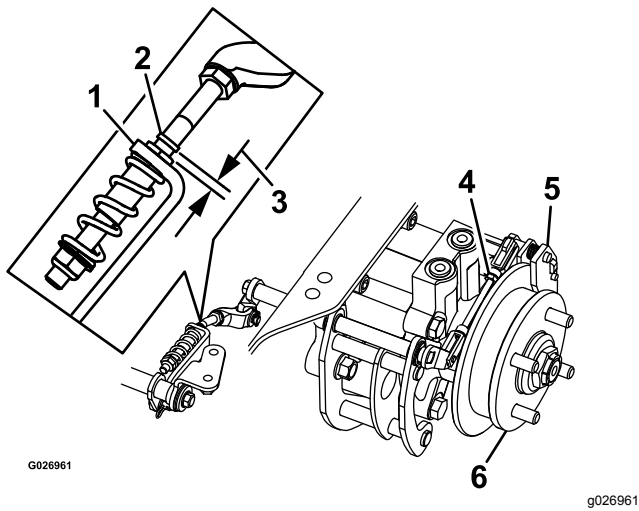

Figure 73
8. Vérifiez si un espace est visible entre le support en L et la butée de tringlerie (Figure 73).